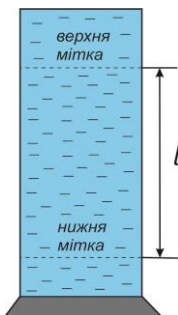

Рис. 3
Експериментальна установка для вимірювання в’язкості представляє собою циліндр (рис. 3) на якому у верхній і нижній частинах зроблені мітки. Верхня мітка знаходиться на висоті, що відповідає умові (7), тобто умові початку рівномірного руху кульки. Якщо відстань між мітками  $l$ , а час падіння  $t$ , то можна записати, що